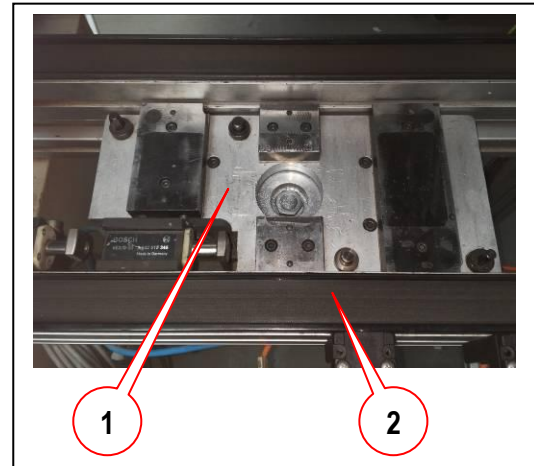

Bild 1
- Prüfen ob der WT-Aushub (1) waagrecht zum Transportband (2) ist, ggf. mit einer Maschinenwasserwaage ausrichten (Bild 1).